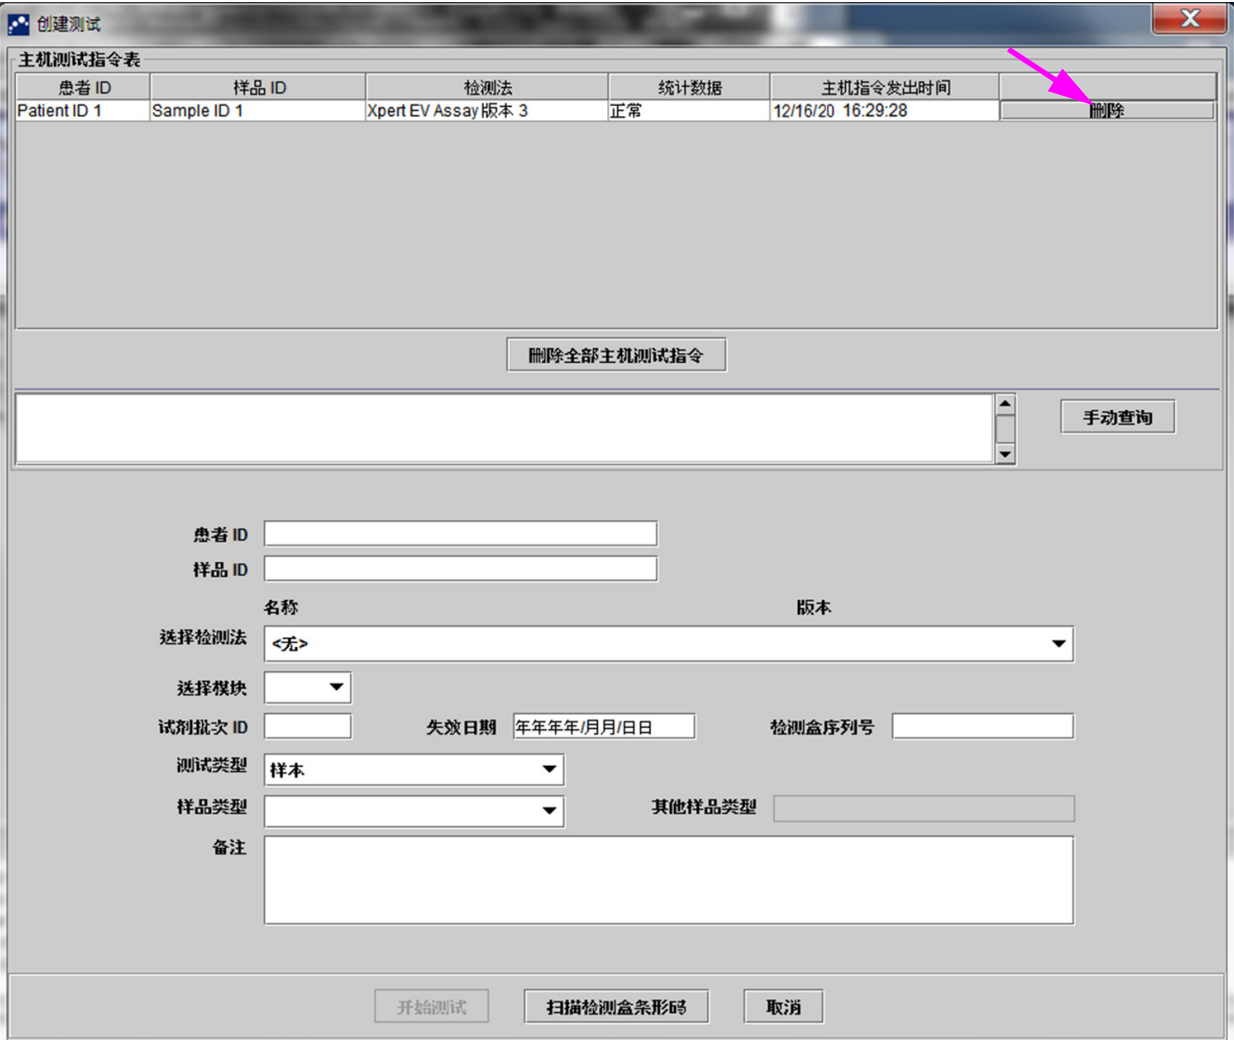

图 5-97. 删除主机下载测试指令
- 2. 单击同一行上的 **删除**按钮。参见图 5-97。